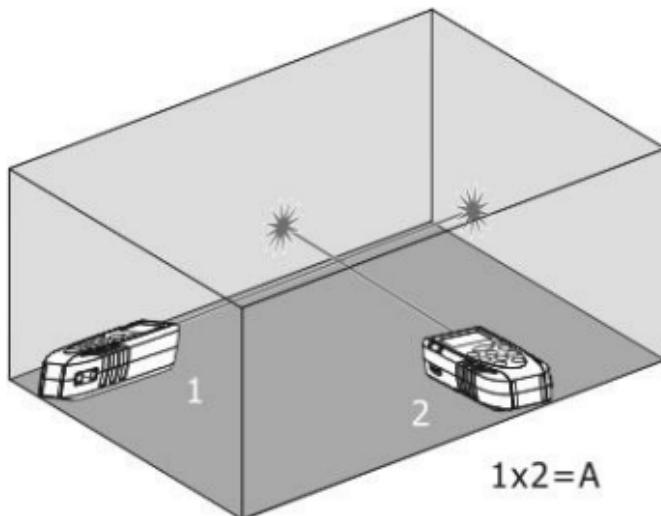

Fig. 5: Esempio di misura di Area
3. Premere il tasto per eseguire la prima misura (lunghezza) della superficie in oggetto (vedere Fig. 5). Il valore corrispondente è inserito nel primo display parziale. Il simbolo "" è mostrato a display con lato "2" lampeggiante
4. Premere nuovamente il tasto per eseguire la seconda misura (larghezza) della superficie in oggetto (vedere Fig. 5). Il valore corrispondente è mostrato nel secondo display parziale mentre il valore totale dell'area (aggiornato) è riportato sul display risultante